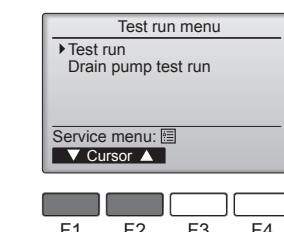

Fig. 8-2
- 2 Selecione "Test run" (Testar função.) no menu Test run (Teste de funcionamento) e, em seguida, prima o botão [OK]. (Fig. 8-2)